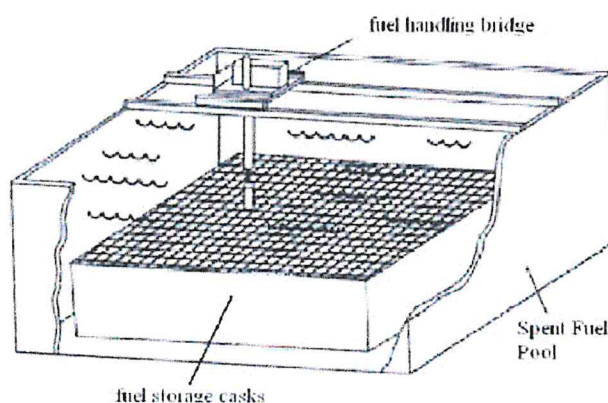

Figura 1- Schema di una tipica SFP
- 1) descrivere preliminarmente quali sono i principali parametri che influenzano maggiormente il progetto termo-idraulico della SFP mostrata in Figura 1. Al riguardo si assuma che a seguito delle operazioni di refuelling, nella piscina siano stoccati 1/3 degli elementi di combustibile scaricati dal core.